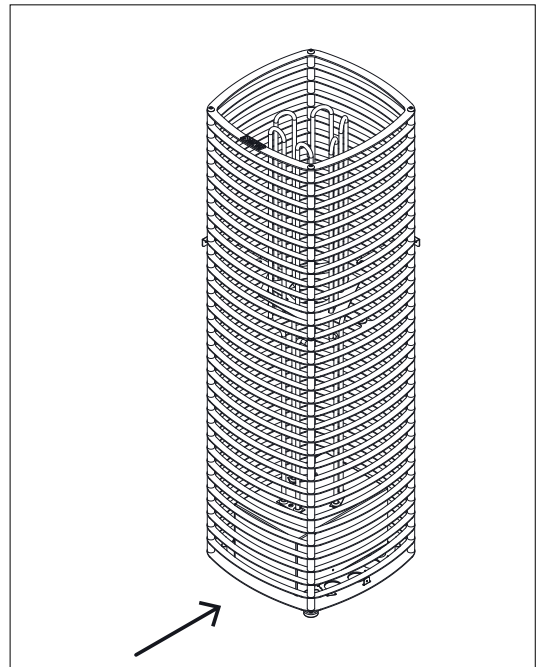

Abbildung 6.3-2: Lage des Hauptschalters
10. Vergewissern Sie sich, dass der Hauptschalter (I/O) des Ofens auf der Position O steht. (Abbildung 6.3-2)